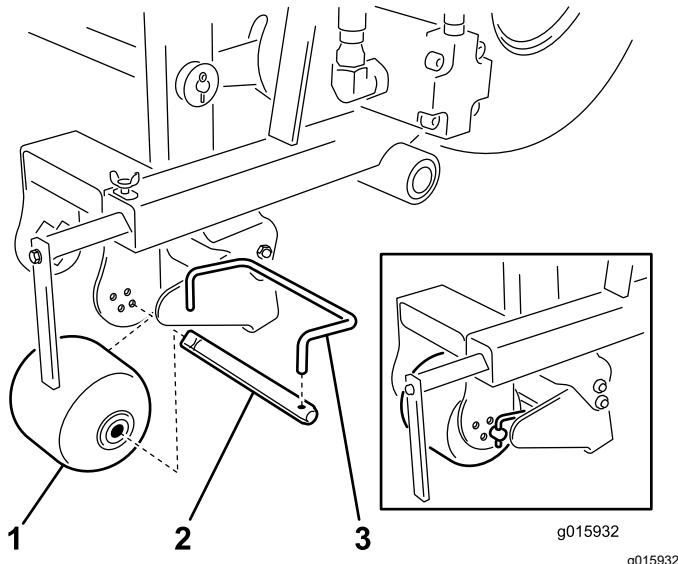

Figura 13
3. Retire el rascador del eje del rodillo (Figura 13).
- 4. Retire el rascador del eje del rodillo (Figura 13).